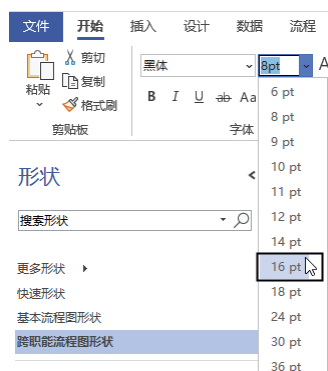

图 1-32 选择字号
(2) 在功能区的“开始”选项卡中打开“字号”下拉列表，从中选择字号“16pt”，如图 1-32 所示。